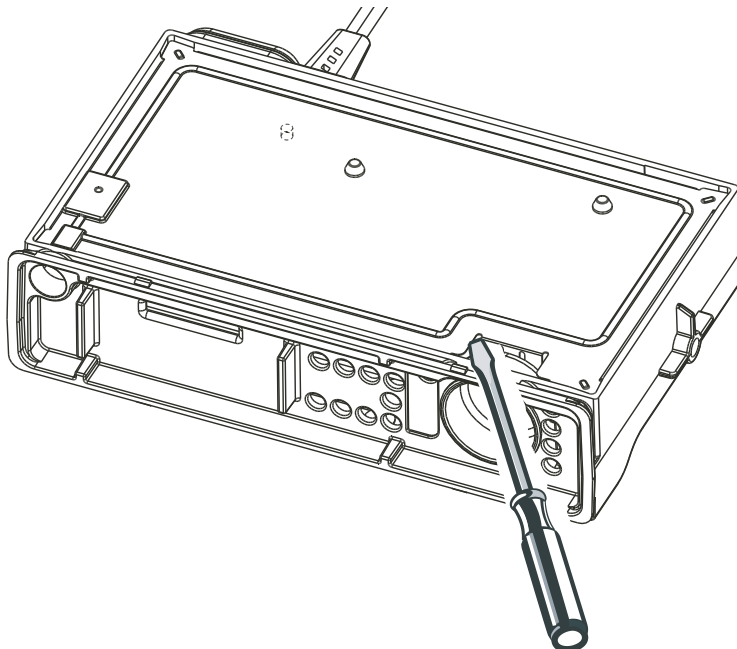

Figura 2-6 Desmontaje del blindaje principal
1. Inserte el destornillador plano en el espacio entre el blindaje principal y el chasis (área de la abertura del parlante) y empuje hacia arriba el blindaje. Ver Figura 2-6.